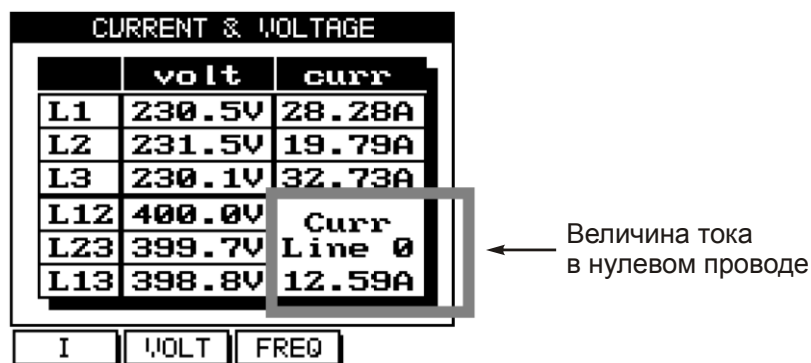

Рис. 5.3
3. Нажмите **TABLE** («F3»). На дисплее появится таблица токов и напряжений (рис. 5.3):